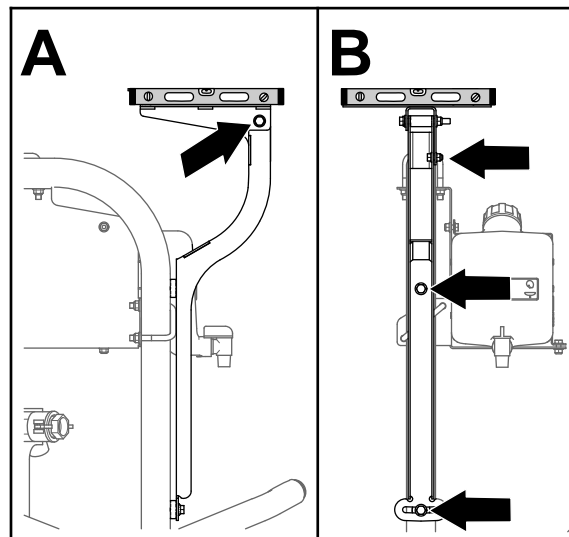

图157
3. 将接收器底板从左到右调平图157。
5. 将接收器底板从前到后调平图157。